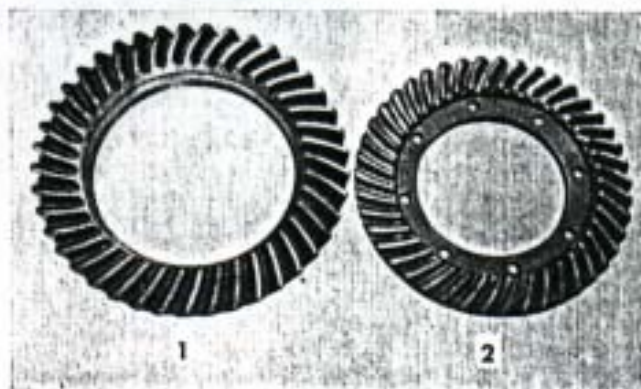

Fig. 258. — Coronas del engranaje de mando. 1) De puente trasero importado. 2) De puente delantero importado.
- a) En conjuntos importados, la corona del puente trasero es de mayor diámetro y espesor que la del puente delantero (Fig. 258). En conjuntos nacionales, ambas coronas tienen igual diámetro, pero la delantera es de mayor espesor que la trasera.